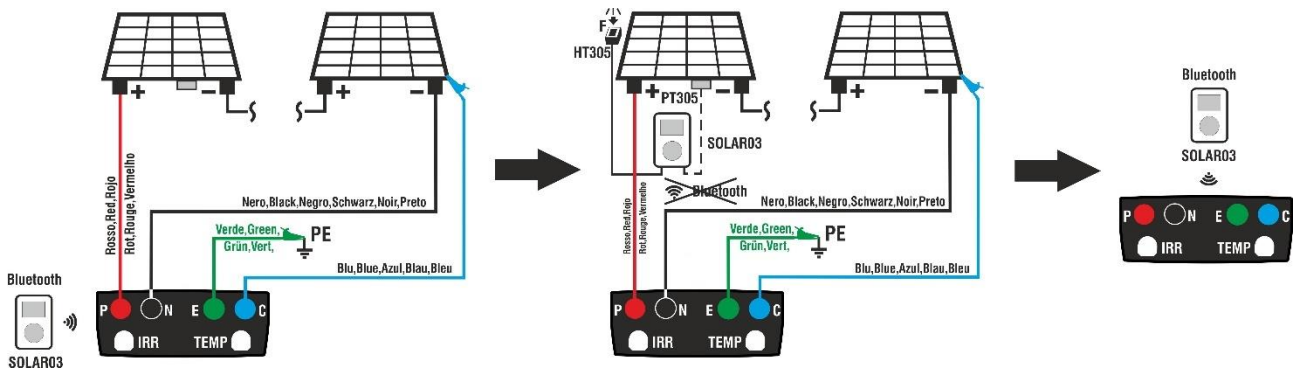
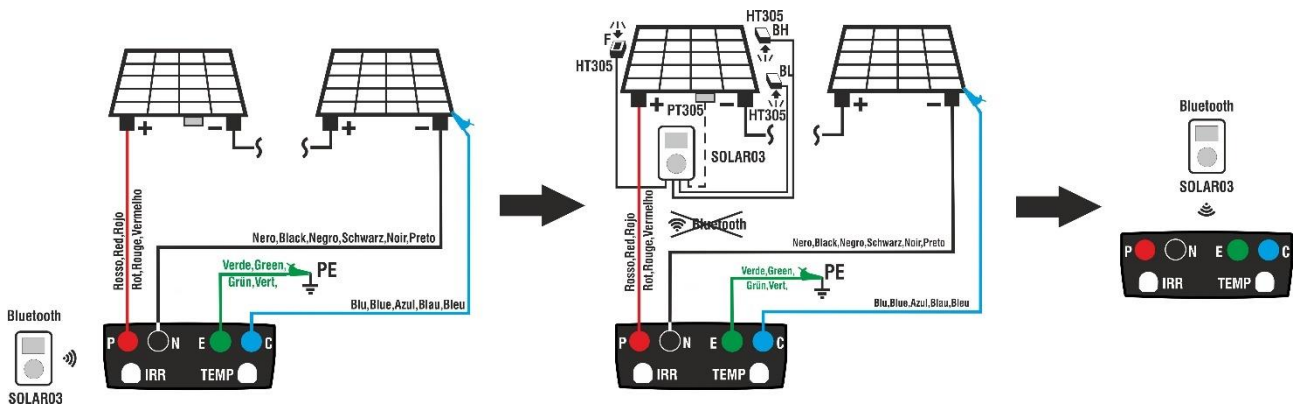

Fig. 14: Utilisation avec SOLAR03 en enregistrement sur modules Monofaciaux
Fig. 15: Utilisation avec SOLAR03 en enregistrement sur modules Bifaciaux
2. Connecter l'instrument au module/chaîne en cours d'essai et, le cas échéant, au nœud principal de mise à la terre de l'installation et aux masses métalliques mises à la terre comme indiqué dans la Fig. 14 (modules Monofaciaux) ou la Fig. 15 (modules Bifaciaux).
4. Rapprochez l'unité remote SOLAR03 de l'instrument comme indiqué sur la Fig. 14 ou la Fig. 15 – côté gauche
7. Amener l'unité remote à proximité des modules et connecter les sondes d'irradiation/température (si nécessaire) comme indiqué dans la Fig. 14 ou la Fig. 15 – côté central. **Ayant déjà commencé l'enregistrement sur l'unité remote SOLAR03, il n'est pas nécessaire de maintenir la connexion Bluetooth.** Maintenir la connexion (si possible) permettra uniquement d'obtenir immédiatement le résultat du test sans attendre la fin de la campagne de mesures.